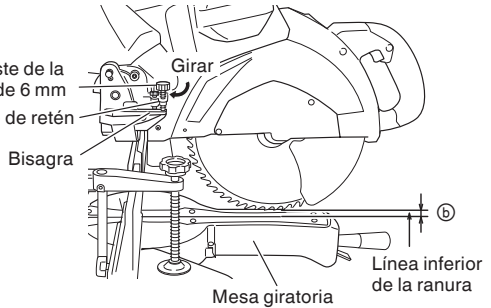

Fig. 47
- (1) Gire el soporte del tope en la dirección indicada en la Fig. 47. Baje la cabeza del motor y gire el perno de ajuste en profundidad de 6mm con la mano (Donde la cabeza del perno de ajuste en profundidad de 6mm entra en contacto con la bisagra.)